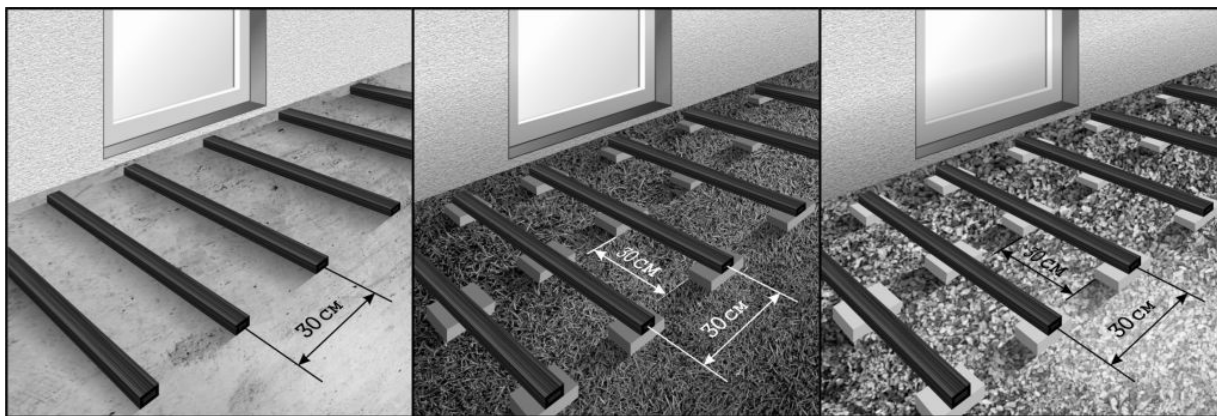

Рисунок 1 Рисунок 2 Рисунок 3
- На ровное бетонное основание (рис.1);